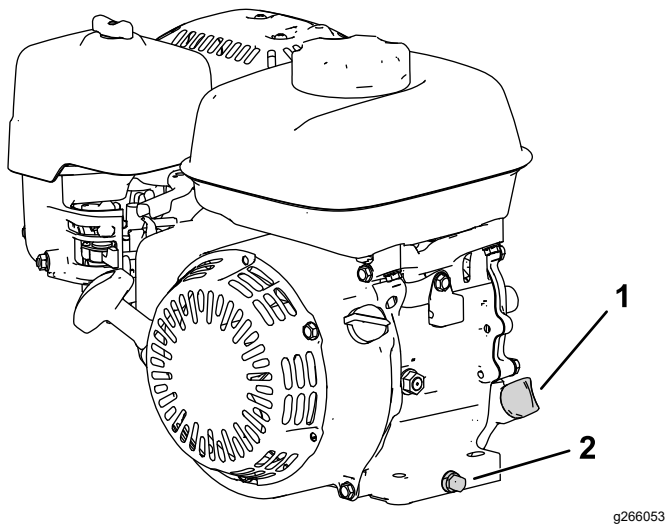

图 29
2. 调整机器使发动机保持水平并清洁加油管周围的区域 图 29。
3. 取出排油塞、垫圈和量油尺图 29。